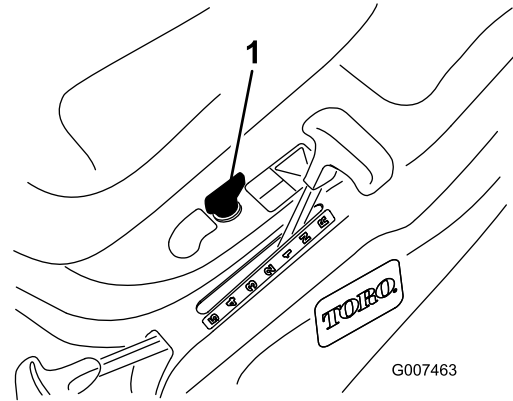

Figura 13
2. Inserte la llave KeyChoice en el interruptor (Figura 13).